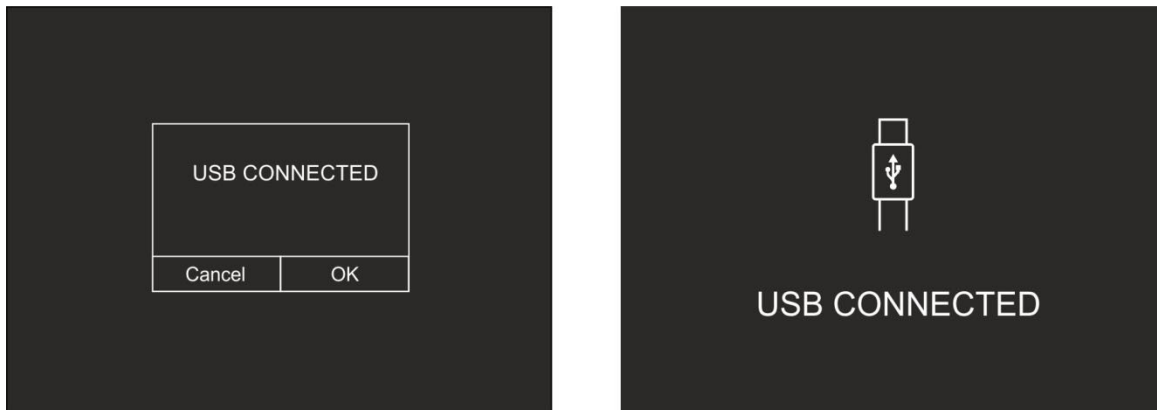

Abb. 13: Verbindung des Gerätes mit dem PC
- Verbinden Sie das Gerät mit dem PC über das mitgelieferte USB-Kabel. Die Bildschirmseite in Abb. 13 – linke Seite erscheint im Display:
- Bestätigen Sie mit "OK", um die Verbindung zu aktivieren, oder berühren Sie "Cancel", um zum Hauptmenü zurückzukehren. Die Bildschirmseite in der Abb. 13 – rechte Seite erscheint im Display und das Gerät akzeptiert keine Befehle.